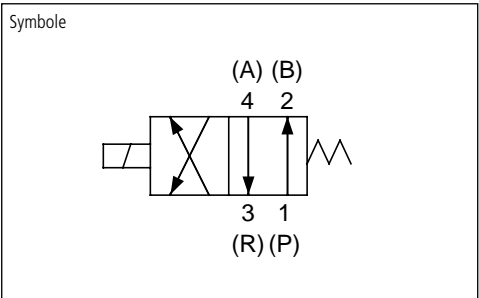

Fig. 4
- Assurez-vous que le joint ❶ est correctement installé.
- Positionner le distributeur sur l'embase ❷.
- Serrez les deux vis de fixation ❿, au couple spécifié ci-dessous (Fig. 4).